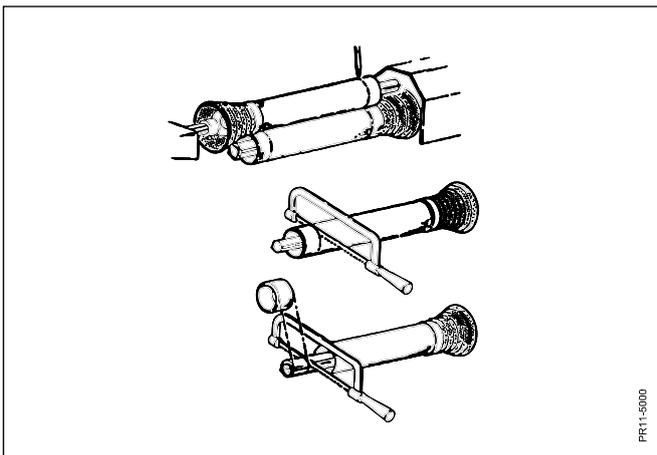

Fig. 2-8
**Fig. 2-8** Die Gelenkwellenhälften an PTO bez. PIC befestigen, wenn diese auf dem gleichen waagerechten Plan sind und gerade einander gegenüber sind (bei dieser Maschine der kürzeste Abstand). Die Wellenenden parallel halten und die 30 mm (Minimum) markieren.